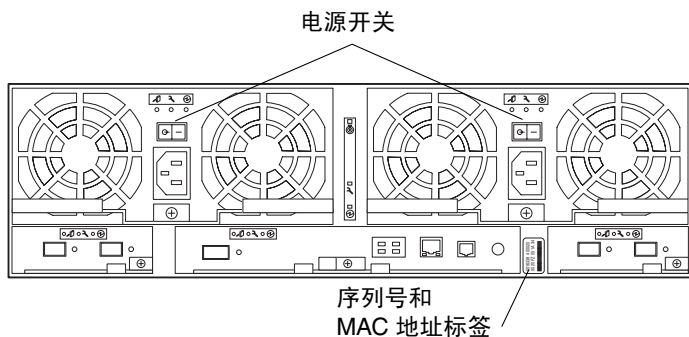

图 6-16 阵列 — 后视图
5. 将电源和冷却设备上的电源开关按至 Off (-) 位置（图 6-16）。